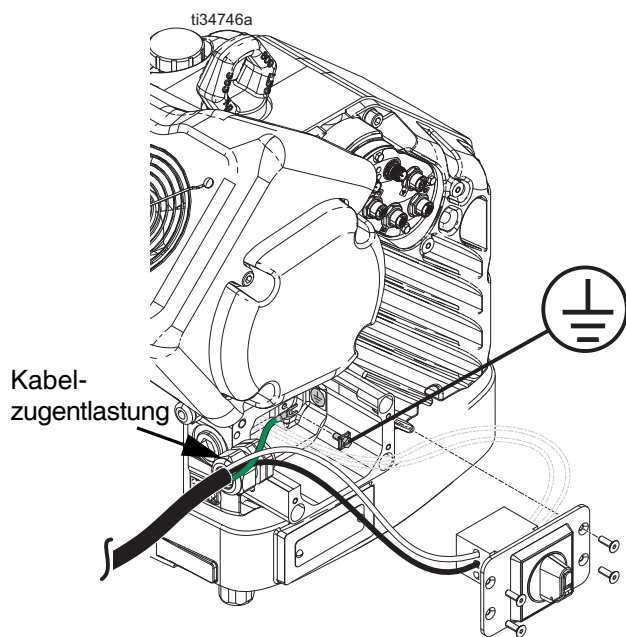

ABB. 8: Anschließen der Stromversorgung
4. Erdungskabel an der Erdungsklemme im Inneren der Anschlussdose befestigen, wie dargestellt in ABB. 8.